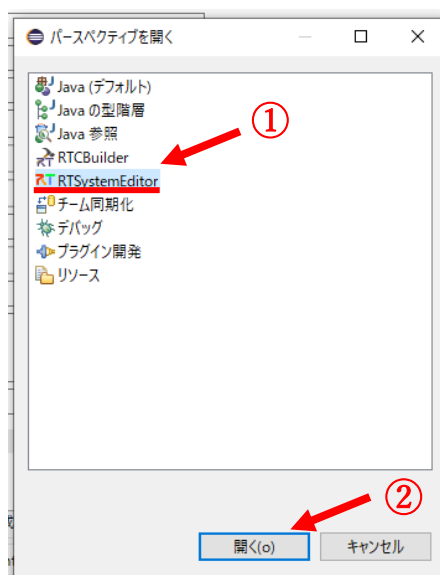

図 23 [パースペクティブを開く]ウィンドウの[RTSystemEditor]の場所
- ④ 図 23 のように表示されたウィンドウの選択項目の中から[RTSystemEditor]を選択し、クリックする。